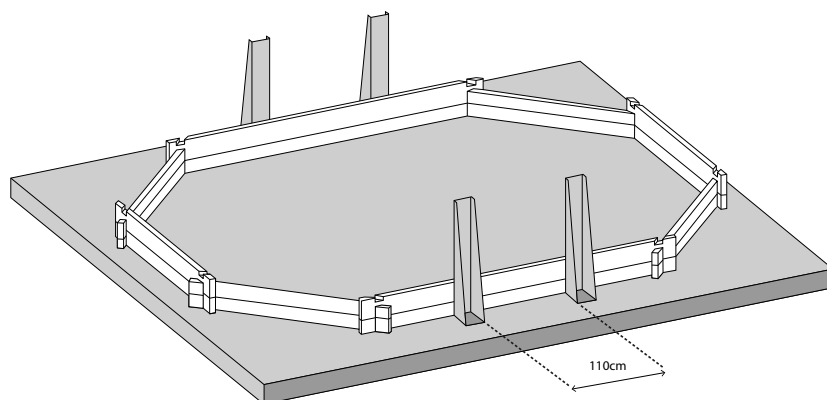

Fig. 3 / Abb. 3 / Afb. 3
- EN** **LAYOUT OF THE COLUMNS:** •Position the columns as shown by figure (figure 3). Tighten the columns well around the entire layer of boards. •Vertically drill the layer using a drill with a \varnothing 10mm bit for concrete, and using the column as a guide. The depth of the hole should be at least 100mm to guarantee good fixing. •Place the fixing bolts (with washers and nuts) into the holes and fix them with the help of a hammer. **COMPLETELY hammer in the fixing bolts (only the head should be visible).** •Tighten crosswise the 4 nuts.
- FR** **POSITIONNEMENT DES SABOTS :** •Placez les sabots comme indiqué sur la figure (figure 3). Plaquez bien les sabots le long des rangées de madriers. • Percez bien verticalement la chape à l'aide d'un perforateur équipé d'un foret béton \varnothing 10 mm, en utilisant le sabot comme gabarit. La profondeur du perçage doit être au minimum de 100 mm pour garantir une bonne fixation. •Placez les gougeons d'ancrage (avec rondelles et écrous) dans les trous et frappez-les à l'aide d'un marteau. Enfoncez **ENTIEREMENT** les gougeons d'ancrage (seule la tête doit rester visible). •Serrez fermement en croix les 4 écrous.
- DE** **ANORDNUNG DER ANSCHLAGWINKEL:** •Platzieren Sie die Anschlagwinkel, wie Abb (Abb. 3). Furnieren Sie die Anschlagwinkel gut entlang der Bretterreihen. • Durchbohren Sie die Schicht vertikal mit Hilfe einer Bohrmaschine und einem Betonbohrer mit 10 mm \varnothing , wobei der Anschlagwinkel als Muster dient. Die Tiefe der Bohrung muss mindestens 100 mm betragen, um eine gute Befestigung zu garantieren. • Platzieren Sie die Befestigungsstifte (mit Unterlegscheiben und Schrauben) in den Öffnungen und schlagen Sie mit einem Hammer darauf. **Hämmern Sie die Befestigungsstifte GANZ ein (nur der Kopf darf noch sichtbar sein).** • Ziehen Sie die 4 Schrauben kreuzweise fest.
NL **PLAATSING VAN DE METALEN STEUNBALKEN:** •Plaats de metalen steunbalken zoals te zien is op afbeelding (afbeelding 3). Schroef de metalen steunbalken stevig vast tegen de plankenrijen. •Boor perfect vertikaal gaten in de betonplaat met behulp van een boormachine voorzien van een boor voor beton van $\varnothing 10\text{ mm}$, gebruik de metalen steunbalk als patroon. De diepte van het boorgat moet tenminste 100 mm bedragen om een goede fixatie te garanderen. • Plaats de ankerbouten (met ringen en moeren) in de gaten en sla ze vast met behulp van een hamer. De ankerbouten **VOLLEDIG vastdraaien** (alleen de kop mag te zien zijn). • Draai de 4 moeren kruiselings stevig vast.